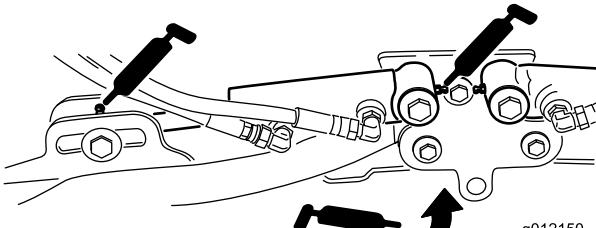

Bild 45
- Hubarmzylinder der Schneideeinheit (2) (Bild 45)
- Hubarmgelenke (1) (Bild 45)